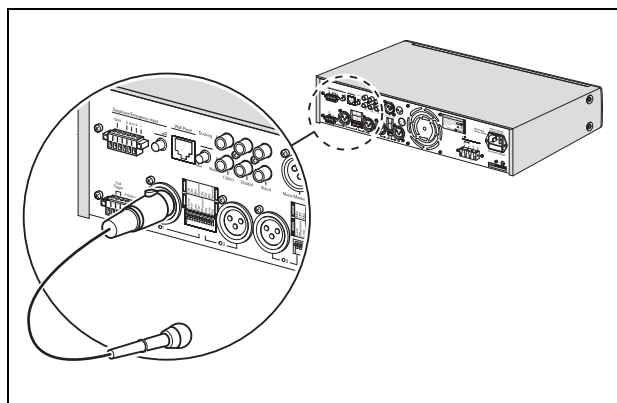

figura 4.1: sólo conector XLR
- sólo conector XLR. Consulte figura 4.1.